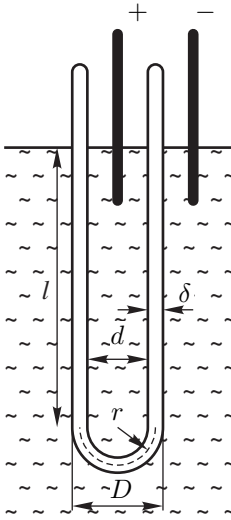

Рис. 9
1. Удельное сопротивление стекла  $\rho$  можно определить, измеряя сопротивление системы вода–пробирка–вода (рис. 9). Убедимся, опустив в воду клеммы мультиметра в режиме омметра что удельное сопротивление воды достаточно мало. Растворённые в воде соли делают её идеальным проводником по сравнению со стеклом, поэтому сопротивление такой системы будет равно сопротивлению пробирки  $R$ :